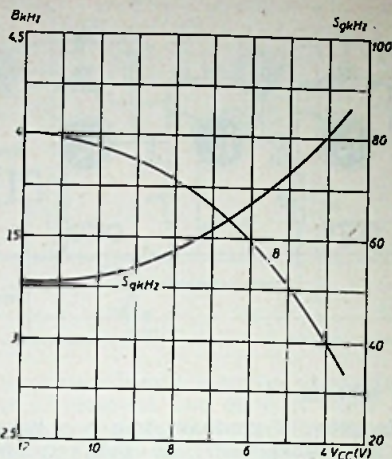

Fig. 6
De bandbreedte (B) en de selectiviteit S (9 kHz) zijn in fig. 6 uitgezet als functie van de voedingsspanning. Hieruit blijkt dat bij 12 V de bandbreedte 4 kHz bedraagt, terwijl de verzwakking bij 9 kHz (welke de selectiviteit bepaalt) 51 is. Bij lagere voedingsspanningen wordt de bandbreedte als